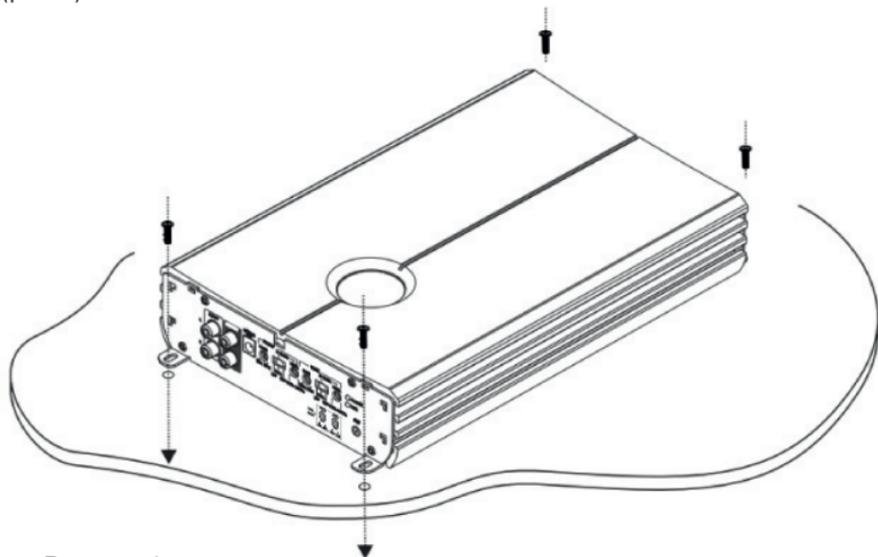

Рисунок 1:
2) Четырьмя саморезами из комплекта поставки закрепите усилитель (рис.1):